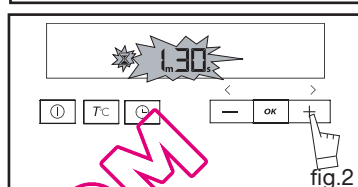

fig.2
Exemplo: 30 minutos de cozedura (fig.2).
Exemplo: fim de cozedura às 16h (fig.2).
- Regule o tempo pretendido premindo os botões + ou - (fig.2).